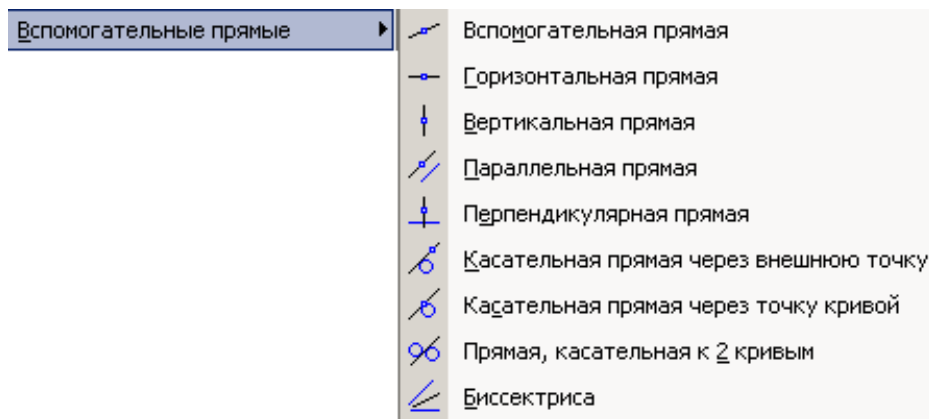

Рис. 2.1.3
3. Провести додаткові прямі, використовуючи команди кнопки перемикавання **Геометрия** (назви пишуться мовою програми КОМПАС-3D) (рис. 2.1.3).